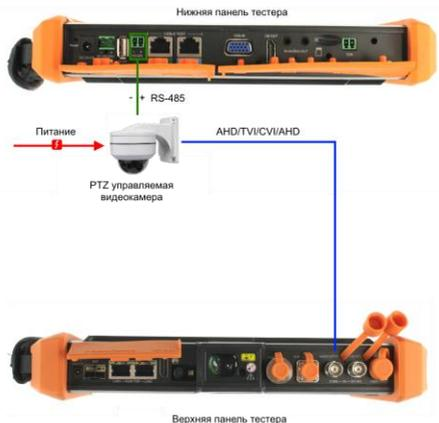

Рис. 14 Подключение PTZ управляемой камеры к тестеру.
- Чтобы подключить видеокамеру с управлением через PTZ используйте дополнительно разъем 2pin «- RS485+» на нижней панели тестера (рис. 14)
Подключение управляемой через PTZ SDI камеры производится тем же способом, что и подключение AHD/TVI/CVI/СVBS видеокамеры (рис. 14)